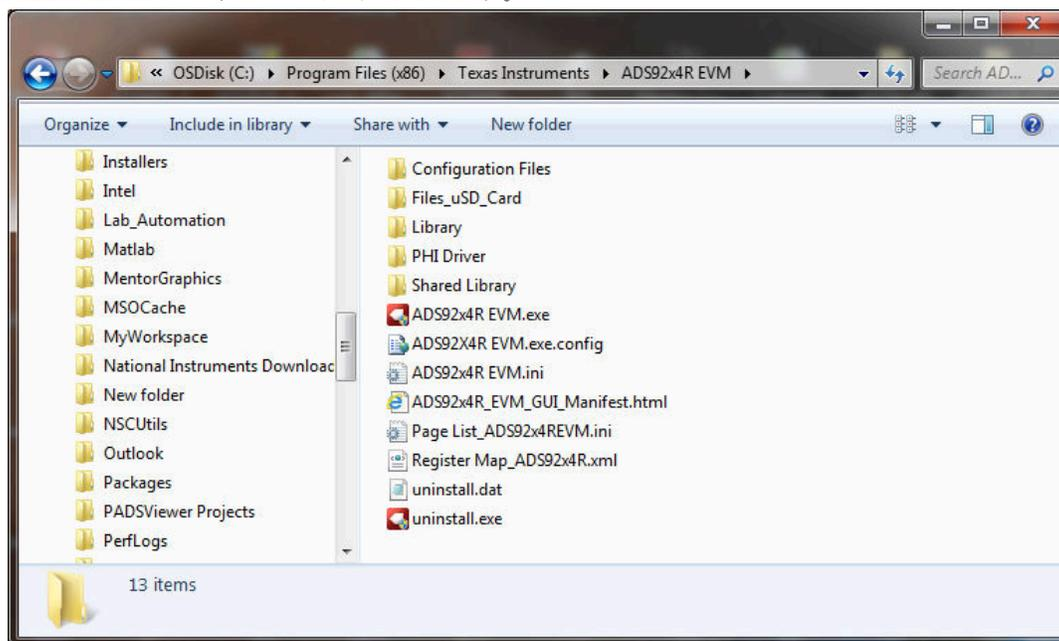

図 6-2. EVM GUI ソフトウェアの起動
3. ADS92x4R EVM.exe のファイルをダブルクリックし、ADS9224REVM-PDK GUI ソフトウェアを起動します。図 6-2 に ADS9224REVM ソフトウェア フォルダを示します。